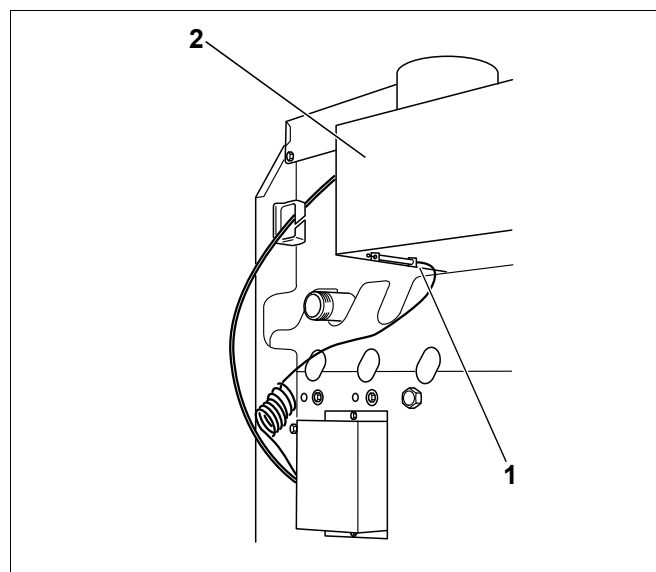

Рис. 34 Проверка системы контроля дымовых газов
- Снять датчик температуры дымовых газов (рис. 34, **поз. 1**) с прерывателя тяги (рис. 34, **поз. 2**).
- При работающей горелке удерживать наконечник датчика температуры (рис. 34, **поз. 1**) в середине потока дымовых газов. Подача газа прекращается максимум на 120 секунд, и горелка выключается. Через несколько минут горелка вновь автоматически включится, так как остается потребность в тепле.
- Установить датчик температуры дымовых газов (рис. 34, **поз. 1**) на место.